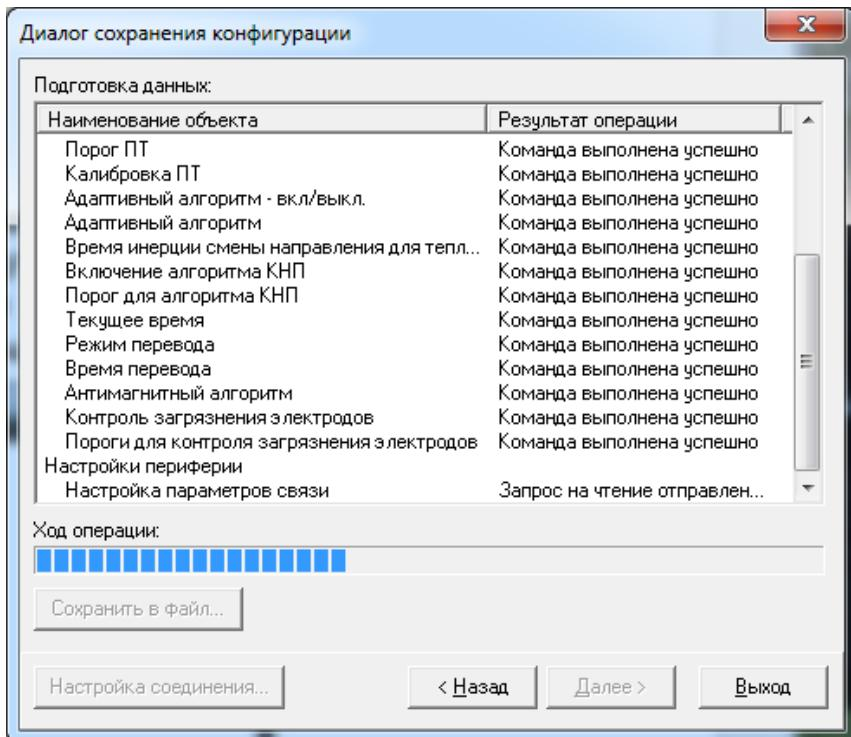

Рис.23. Окно «Диалог сохранения конфигурации» / «Ход операции»
- после окончания считывания всех выбранных параметров станет активной кнопка «Сохранить в файл», нажав которую можно ввести имя файла и сохранить прочитанную конфигурацию (рис.23):